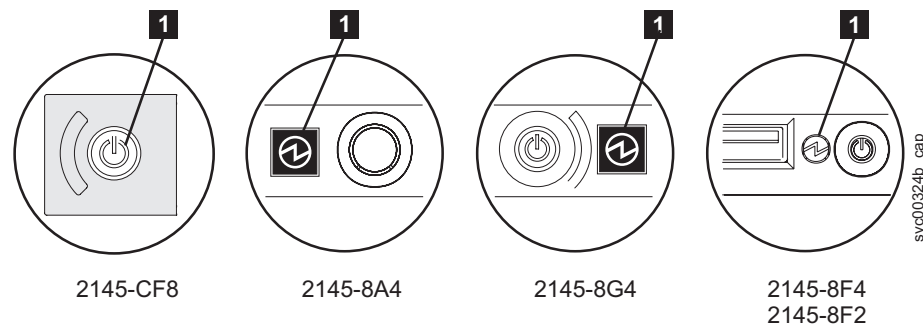

図 93. SAN ボリューム・コントローラー モデル 2145-CF8、2145-8A4、2145-8G4、および 2145-8F4 または 2145-8F2 オペレーター情報パネル
1. SAN ボリューム・コントローラー モデル 2145-CF8、2145-8A4、2145-8G4、2145-8F4、および 2145-8F2 電源 LED (図 93 の **1**) を確認します。